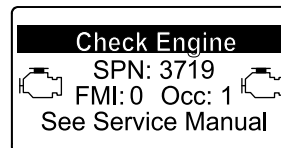

Figura 40
- Se è necessaria una rigenerazione di recupero, viene visualizzata un'avvertenza motore nell'InfoCenter SPN 3719, FMI 16 (Figura 40) e il computer riduce la potenza del motore all'85%.